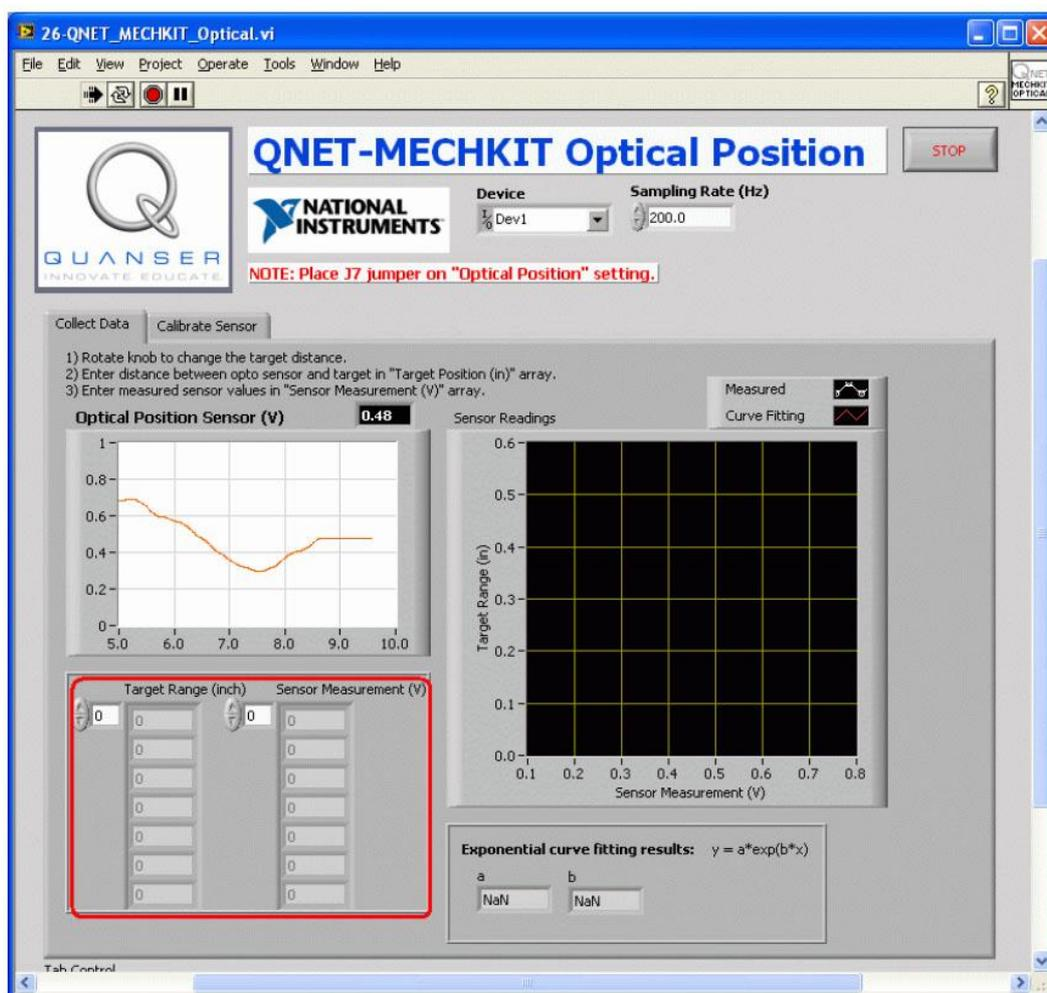

Рис. 45. Сбор данных с оптического датчика положения
1. Плавно вращайте по часовой стрелке рукоятку оптического датчика положения до тех пор, пока плоская металлическая плоскость не коснется вершины трубки. Затем плавно вращайте рукоятку против часовой стрелки, пока не дойдете до нулевой отметки. В этой точке отражающий объект находится очень близко к оптическому датчику, и она будет принята за расстояние 0 см. Введите 0 в первый элемента массива *Target Range (cm)* (рисунок 45).
2. Введите значение напряжения, измеренное с помощью оптического датчика, соответствующее расстоянию 0 см, в массив *Sensor Measurement (V)* (рисунок 45).
3. Поверните регулятор на один оборот против часовой стрелки, чтобы переместить объект подальше от датчика. Объект перемещается на 1 дюйм за каждые 20 оборотов. Введите расстояние до объекта, перемещенного от нулевой точки в массив *Target Range (cm)* (рисунок 45).
4. Запишите значение напряжения на выходе датчика в массив *Sensor Measurement (V)*.